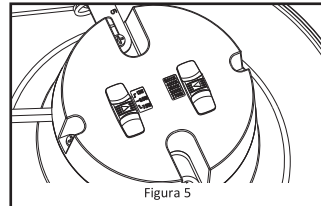
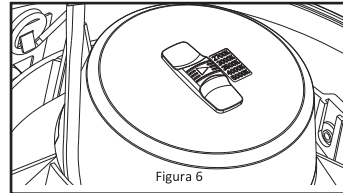

Figura 5
Figura 6
- Si corresponde, selecciona la potencia y la temperatura de color correlacionada deslizando el interruptor en la parte posterior del acabado hasta la configuración deseada. **Ver Figura 5 y Figura 6.**